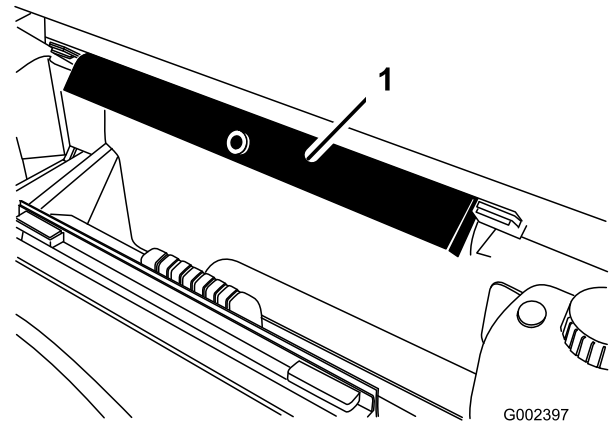

Figura 27
2. Retire el soporte de la plataforma de los soportes de almacenamiento situados en la parte trasera del panel del ROPS (Figura 27).